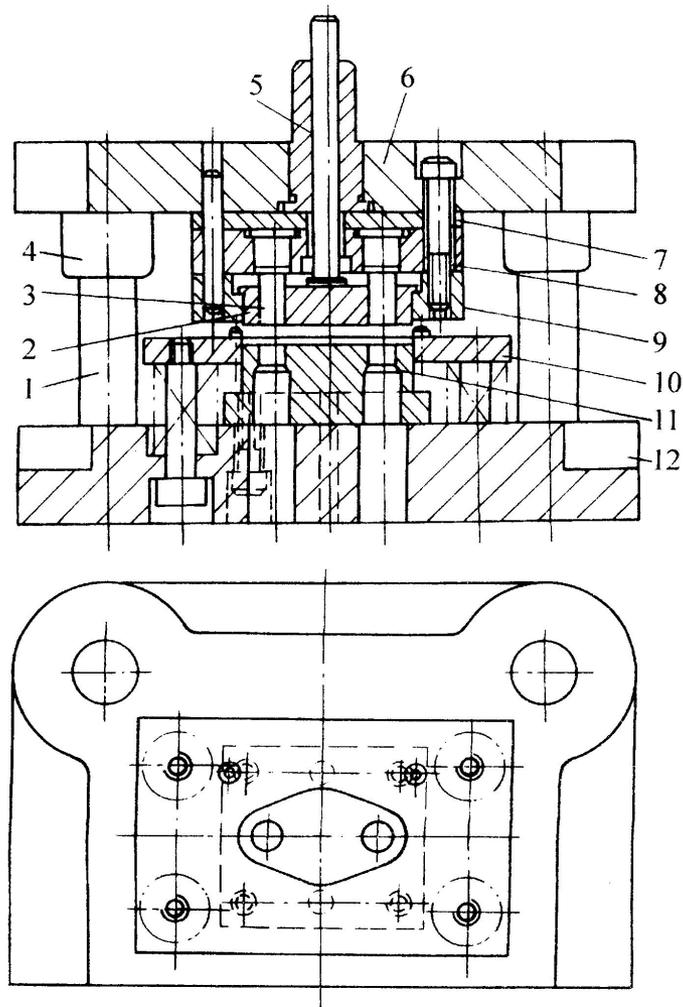

图2-56 冲孔-落料复合模
- 图2-56所示为后导柱模座的冲孔一落料复合模。要求完成以下装配内容：